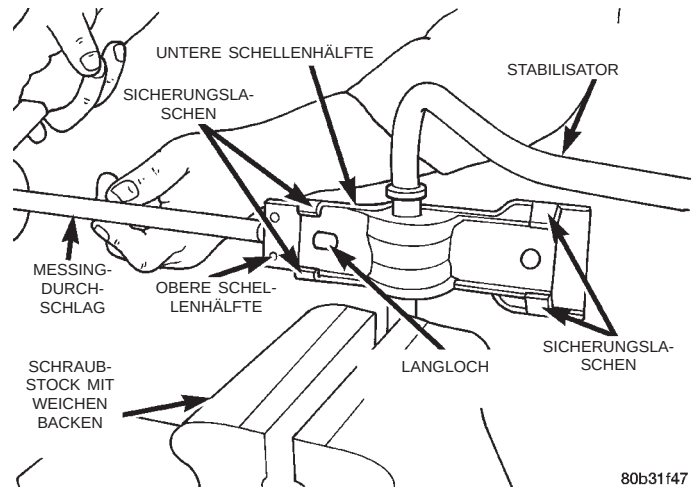

Abb. 36 Gummilagerschelle einbauen
(1) Gummilager auf den Stabilisator montieren. **Sicherstellen, dass der Schlitz im Gummilager zur Fahrzeugvorderseite weist.**
(2) Stabilisator in einen Schraubstock mit weichen Backen einspannen, so dass eines der beiden Gummilager direkt über den Backen des Schraubstocks liegt.
(3) Die untere Hälfte der Schelle so auf das Gummilager montieren, dass das Langloch zur Fahrzeugvorderseite weist.
(4) Obere Hälfte der Schelle auf die untere Hälfte montieren. Dazu die obere Hälfte - beginnend an der breiten Seite - mit einem Hammer und Messingdurchschlag auf die untere Hälfte schlagen (Abb. 36). Die obere Hälfte so weit schieben, dass die Bohrun-